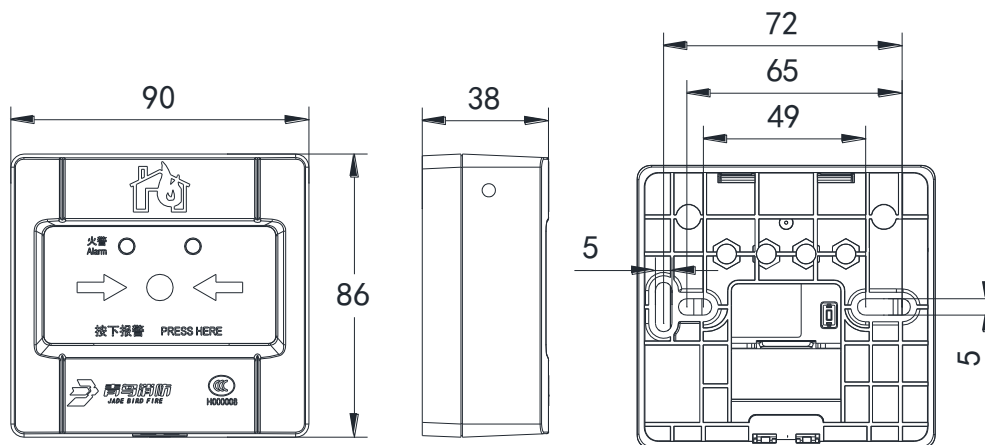

图 1 外形及安装尺寸图（单位 mm）
- 布线施工后，通过预埋盒或使用膨胀螺栓将底座固定在墙上（使用 M4 螺钉），安装孔距为 60mm（兼容 50mm 安装孔距），外形及安装尺寸如图 1 所示。